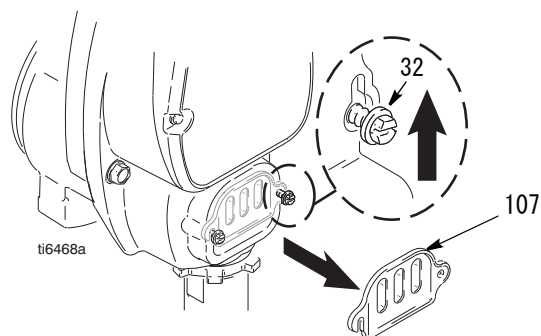

図. 15
4. 図. 15. 2 本のネジ (32) を緩め、ポンプロッドカバー (107) を外します。